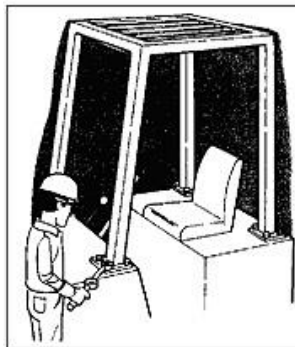

Figura 1-22
1. Inspecione a cabine em busca de danos e conexões. Use ferramentas regularmente para apertar os parafusos de acoplamento da cabine (consulte as instruções de serviço para obter o torque de aperto) (Figura 1-22).